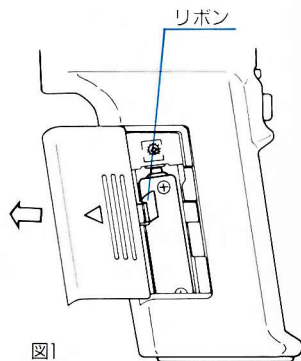

図1
3. リボンを下に敷き電池を電池ケース内の表示 \oplus \ominus に合せて、 \ominus 側に押すようにして挿入します。(図1)